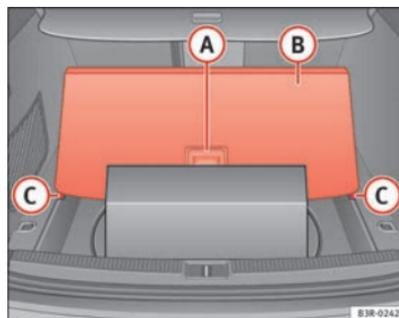

Abb. 124 Ladeboden angehoben
- Stellen Sie mit Hilfe des Griffs **(A)** ⇒ Seite 154, Abb. 124 die Ladebodenabdeckung **(B)** auf und justieren Sie die Außenkanten in den Aussparungen **(C)**.
- Klappen Sie den Ladeboden mit Hilfe des Griffs **(A)** ⇒ Seite 154, Abb. 124 bis zur Rücksitzlehne zusammen.
Kleine Gegenstände können Sie auch **unter** der Abdeckung **(B)** ⇒ Seite 154, Abb. 124 verstauen.